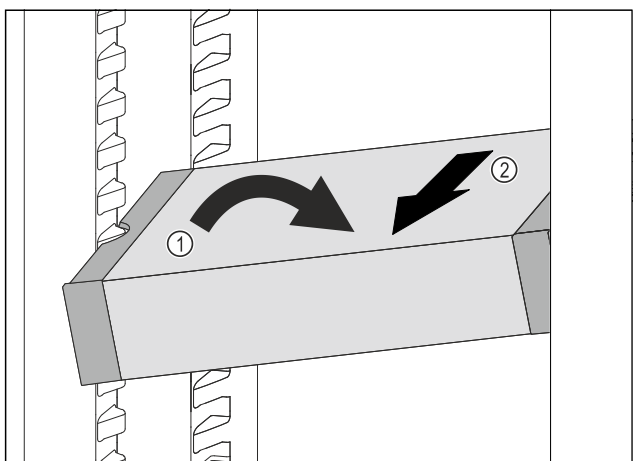

Fig. 73
- VarioSafe postavte v chladničke šikmo. Fig. 73 (1)
- VarioSafe vyberte dopredu. Fig. 73 (2)